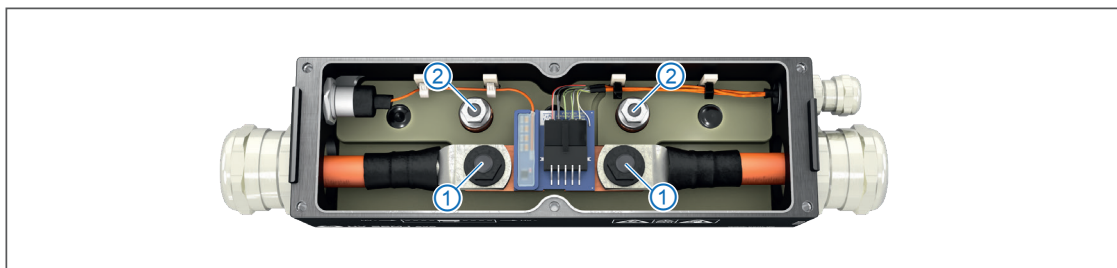
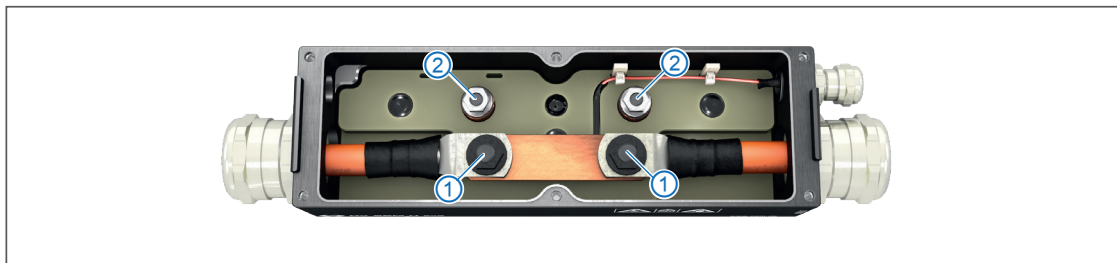
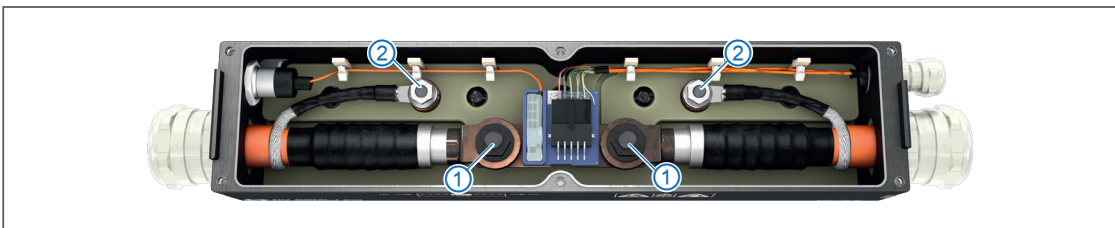
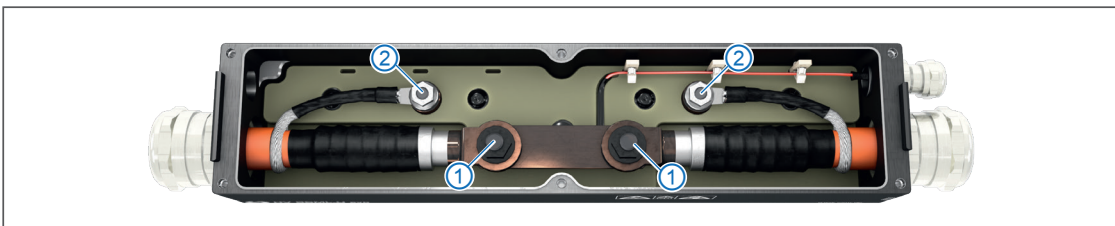

Abb. 5-3: HV SBM_I evo, Anschlüsse für die Leitungen HV- und die Abschirmung
Abb. 5-4: HV SBM_U evo: Anschlüsse für die Leitungen HV+ und die Abschirmung
Abb. 5-7: HV SBML_I evo, Anschlüsse für die Leitungen HV- und die Abschirmung
Abb. 5-8: HV SBML_U evo: Anschlüsse für die Leitungen HV+ und die Abschirmung
<p>Beachten Sie, dass die Abschirmungen beider HV-Leitungen über die M6-Gewindebolzen (Abb. 5-3 / Abb. 5-4, ②) mit dem Modulgehäuse verbunden werden müssen.</p>
- ▶ HV SBM_I evo (Abb. 5-3) und HV SBM_U evo (Abb. 5-4) sind für die Montage der Leitungen HV- und HV+ jeweils mit zwei M8-Gewindebolzen ① ausgestattet.
- ▶ Die Module HV SBML_I evo und HV SBML_U evo (Abb. 5-7 und Abb. 5-8) verfügen für die Aufnahme längerer Ringkabelschuhe für die Montage von HV-Leitungen aus Aluminium über breitere Gehäuse. Die Montage der HV-Leitungen entspricht der Vorgehensweise bei den Modulen HV SBM_I evo und HV SBM_U evo.
- ▶ Die Abschirmung der Leitungen HV- und HV+ wird bei allen Modulen mit Ringkabelschuhen an die M6-Gewindebolzen ② angeschlossen.
HV SBML_I evo (Abb. 5-7) und HV SBML_U evo (Abb. 5-8) sind für die Aufnahme von HV-Leitungen aus Aluminium mit längeren Al-/Cu-Presskabelschuhen konzipiert. Der Aufbau entspricht prinzipiell dem der HV SBM evo Module (Abb. 5-3 und Abb. 5-4).